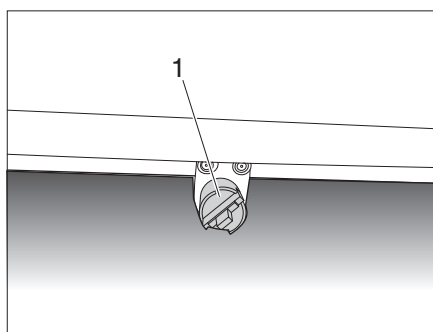
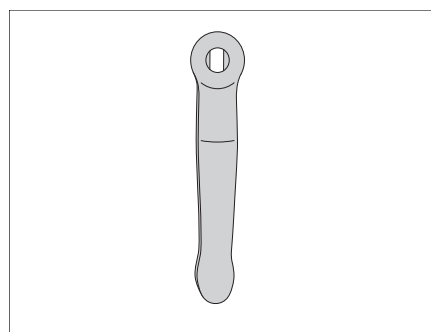
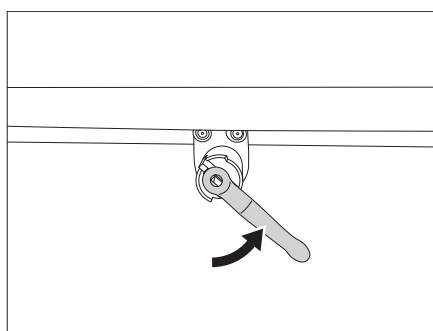

Fig. 69 Scarico del serbatoio delle acque grigie
Fig. 70 Chiave del serbatoio
Fig. 71 Aprire il rubinetto di scolo delle acque grigie
- Inserire la chiave del serbatoio (Fig. 70) nel dispositivo di scarico (Fig. 69,1).
- Per aprire il rubinetto di scolo delle acque grigie ruotare la chiave del serbatoio (Fig. 70) di un quarto di giro in senso antiorario (Fig. 71).
- Per chiudere il rubinetto di scolo delle acque grigie ruotare la chiave del serbatoio (Fig. 70) in senso orario fino alla battuta.
- Assicurarsi che l'apertura di scarico all'interno del serbatoio dell'acqua potabile (Fig. 67), il rubinetto di scolo delle acque grigie (Fig. 69,1) e la valvola di sicurezza del boiler per l'acqua calda siano chiusi.